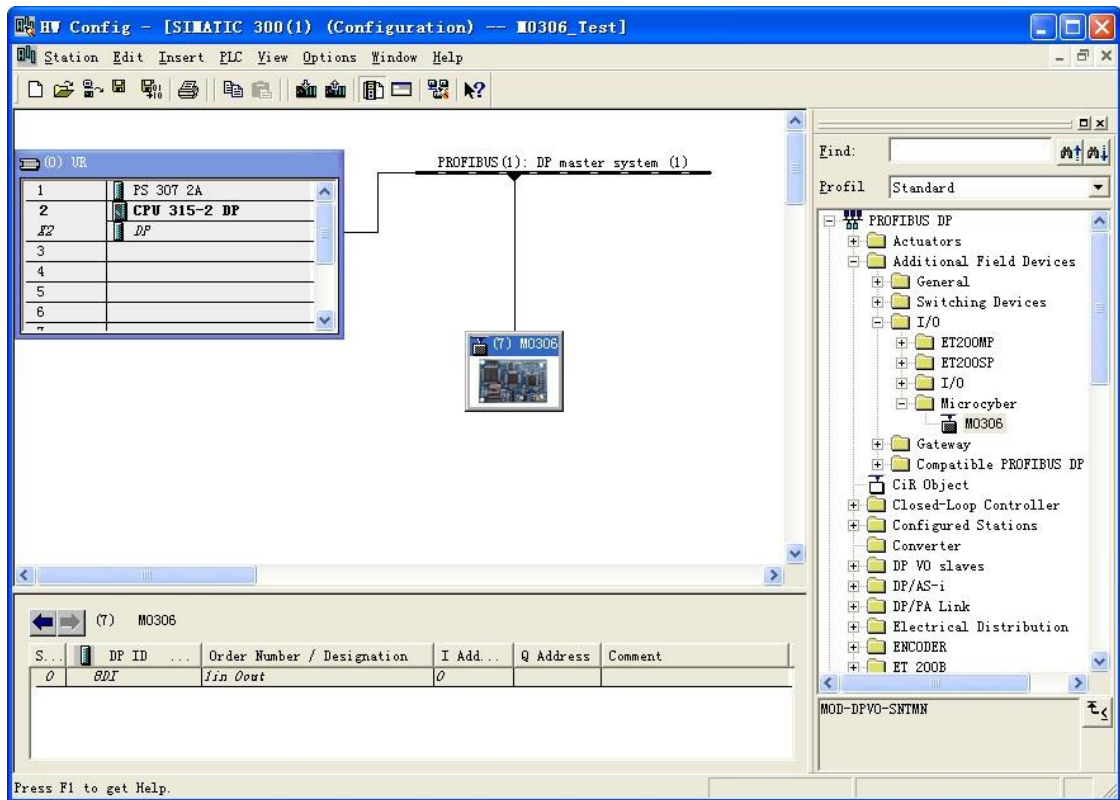

图 4.41 模块组态
2) 点击 OK, 完成设备的添加, 完成后的界面如下图 4.41 所示: